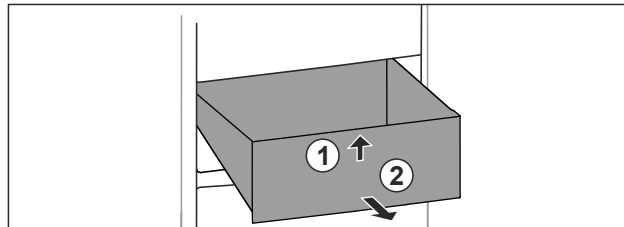

Fig. 79
- ▶ Soulever la partie avant du tiroir. Fig. 79 (1).
- ▶ Retirer le tiroir par l'avant. Fig. 79 (2)